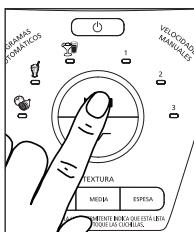

Fig. 22
- Una vez que haya elegido el programa automático y la selección de textura que desee, presione el botón de empezar/parar (Fig. 22).
- Para cambiar su elección, presione el botón de empezar/parar para cancelar el programa (Fig. 22). Elija el programa automático y la selección de textura deseados. Presione el botón de empezar/parar para iniciar el programa (Fig. 22).